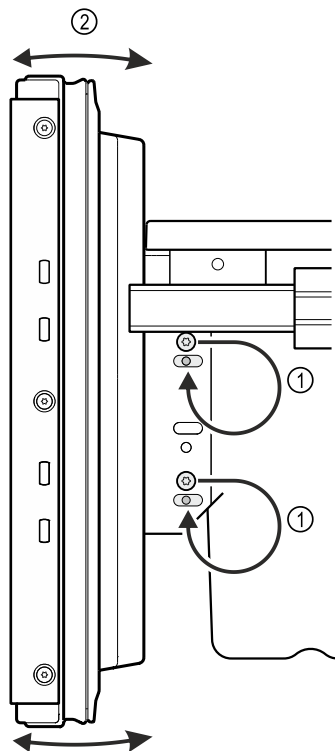

Fig. 18 Immagine a titolo di esempio
- Spostare le viti nei fori asolati. Fig. 18 (1)
- Regolare l'inclinazione del frontale del carrello di estrazione. Fig. 18 (2)